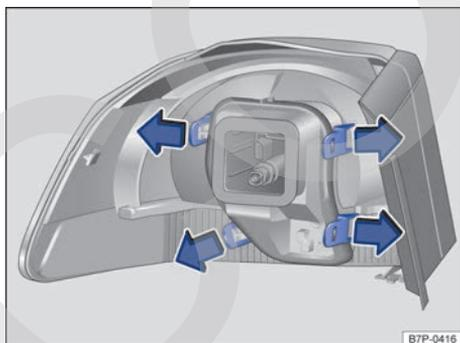

Fig. 226 Grupo óptico trasero en la carrocería: desmontaje del portalámparas.
7. Presione las pestañas de bloqueo del portalámparas → fig. 226 en el sentido de las flechas y retire el grupo óptico trasero.
11. Coloque el portalámparas en el grupo óptico trasero. Las pestañas de bloqueo → fig. 226 tienen que encastrar de forma audible.